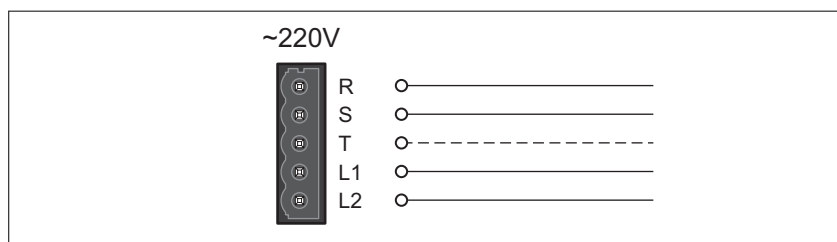

Bild 36: Anschlussbild Endstufenversorgung
- ▶ Schließen Sie das Netzkabel an (Bild 36).